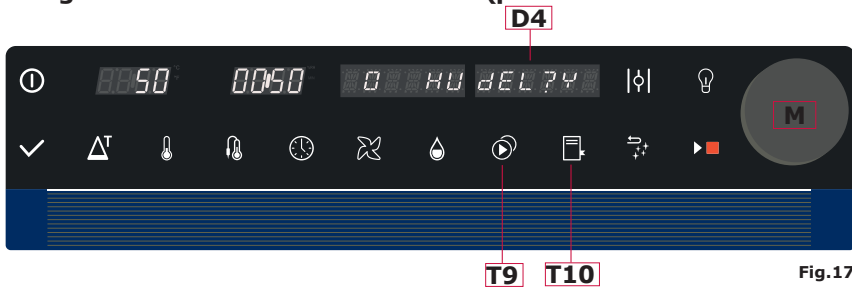

Fig.17
Si se desea guardar las modificaciones realizadas, mantener presionado por 3 segundos el botón **T10** (Fig.17).
3. Mantener presionado el botón **T9** (Fig.17).
4. La pantalla **D4** (Fig.17) visualizará: **DEL? N**